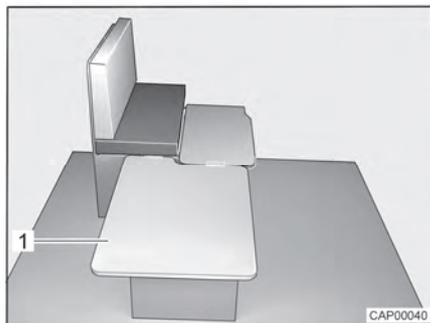

Bild 46 Während des Umbaus
- Einlegebrett (Bild 46,1) seitlich an der Sitzbank einhängen und auf den Tisch legen.